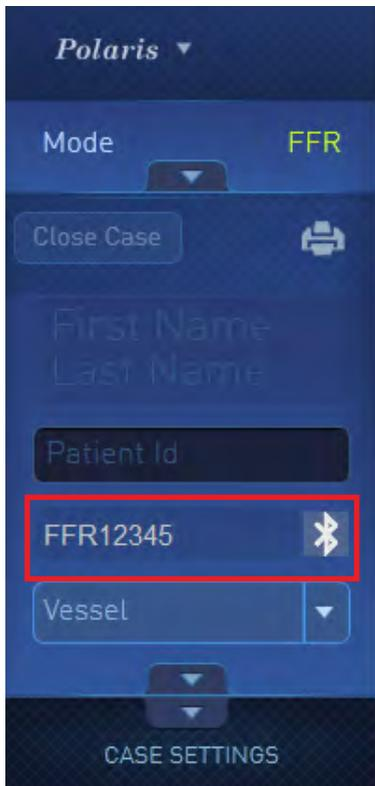

Figure 2-13 FFR Link actuellement connecté affiché dans le volet Case Information (Informations sur le cas)
1. Dans le volet **Case Information** (Informations sur le cas), cliquer sur le nom du FFR Link pour lequel vous voulez confirmer une connexion. Voir la figure 2-13.